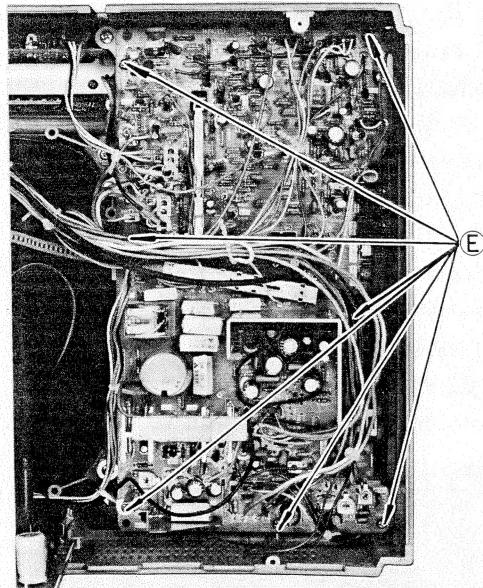

Fig. 5 Abb. 5
1. Remove 7 screws **E** as shown in Fig. 5.
1. Die in Abb. 5 gezeigten 7 Schrauben **E** entfernen.